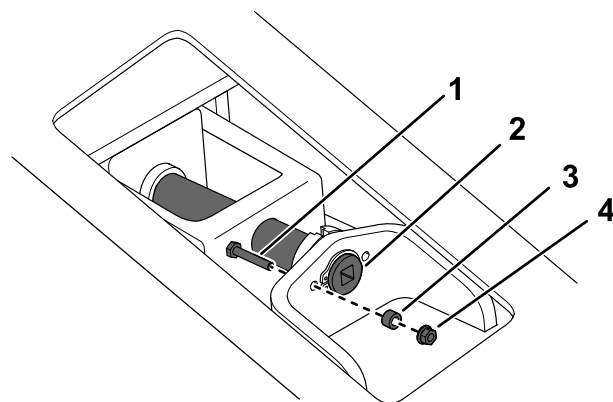
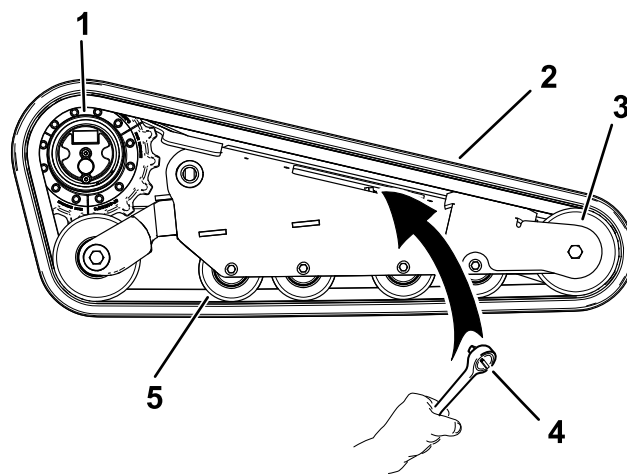

Рисунок 72
Рисунок 74
6. Удалите стопорный болт, проставку и гайку (Рисунок 72).
8. Совместите выемку на головке натяжного винта с ближайшим отверстием под стопорный болт и закрепите винт при помощи стопорного болта, проставки и гайки (Рисунок 72).
- Удалите стопорный болт, проставку и гайку (Рисунок 72).
- Используя ключ с храповым механизмом на $\frac{1}{2}$ дюйма, ослабьте натяжение привода, вращая натяжной винт по часовой стрелке (Рисунок 72 и Рисунок 74).
1. Проложите новую гусеницу вокруг переднего направляющего колеса (Рисунок 74).
2. Протолкните гусеницу под опорные катки и одновременно между ними и проложите ее вокруг заднего натяжного колеса (Рисунок 74).